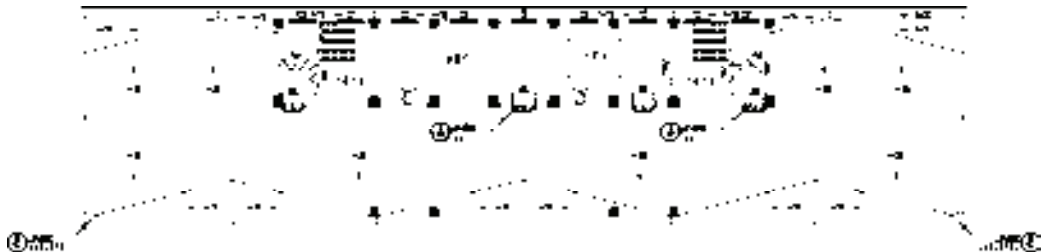

图 15-99 添加引出标注以及索引图名
9) 重复上述操作, 继续添加引出标注以及索引图名, 结果如图 15-99 所示。